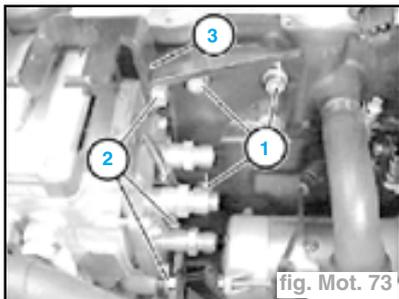

fig. Mot. 73
- les vis (1) de la pompe (fig. Mot. 73),
- les vis (2) sur le bloc moteur et déga-ger le support de pompe (3).